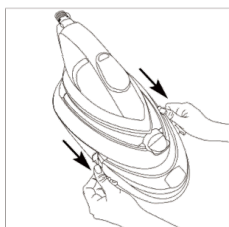

FIGURA 9
1. Retire el depósito de agua (Figura 9).